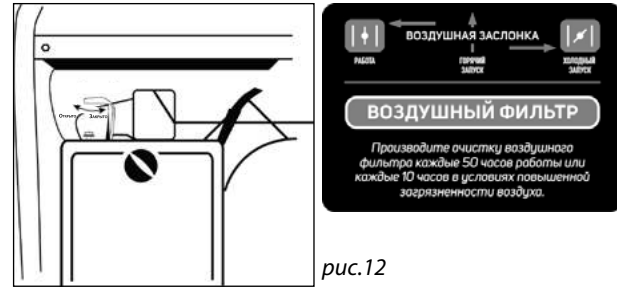

рис.12
- После запуска переведите рычаг заслонки в положение «Работа»(рис.12).